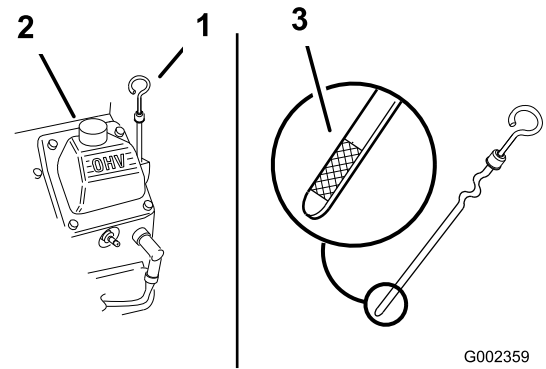

Figure 17
3. Nettoyez la surface autour de la jauge d'huile (Figure 17) pour éviter de faire tomber des impuretés dans l'orifice de remplissage, ce qui endommagerait le moteur.
4. Retirez la jauge d'huile et essuyez soigneusement son extrémité (Figure 17).
5. Remettez la jauge au fond du tube de remplissage, mais sans la visser (Figure 17).
6. Versez avec précaution environ 80 % de la quantité d'huile spécifiée dans le goulot de remplissage (Figure 17).